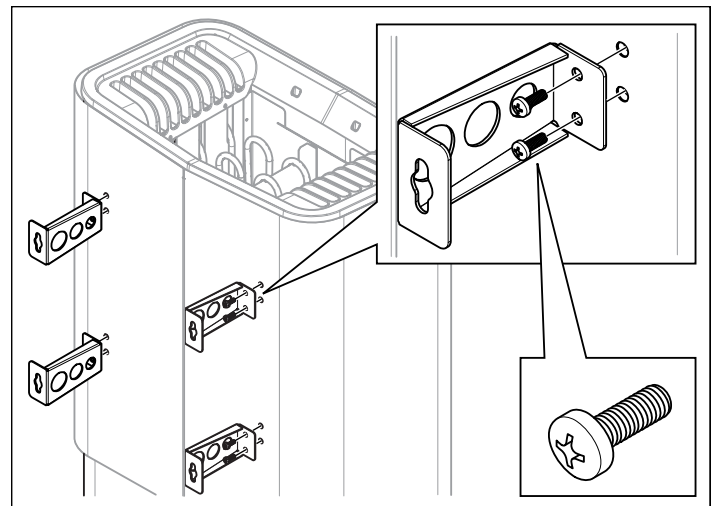

Рисунок 11: Крепление кронштейнов к нагревателю
6. Открутите первые два винта на задней стороне нагревателя и прикрутите один из четырех кронштейнов. Повторяйте процедуру для установки всех остальных кронштейнов (см. Рис. 11).